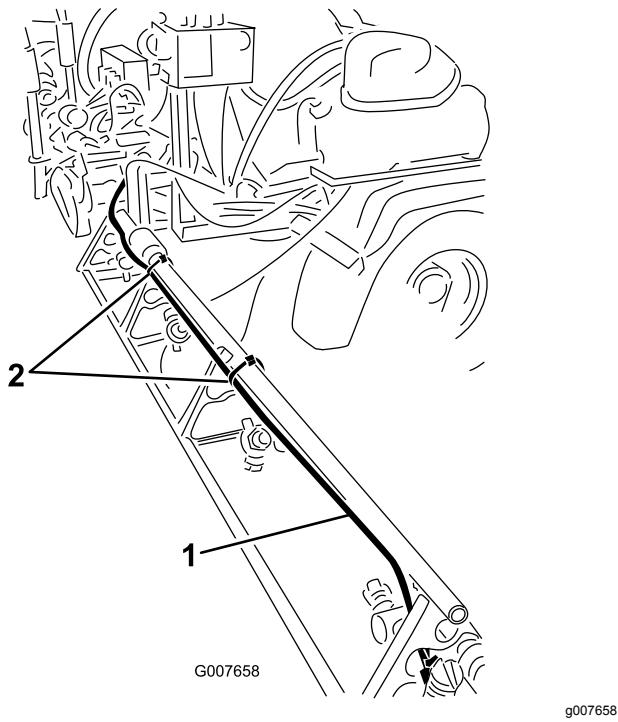

Figura 29
4. Dirija el conjunto de tubos por el lado trasero del tubo de sujeción superior de la sección de brazo exterior, tal y como se muestra en la Figura 29.
6. Sujete el conjunto de tubos a la sección de brazo exterior con bridales, tal y como se muestra en la Figura 29.